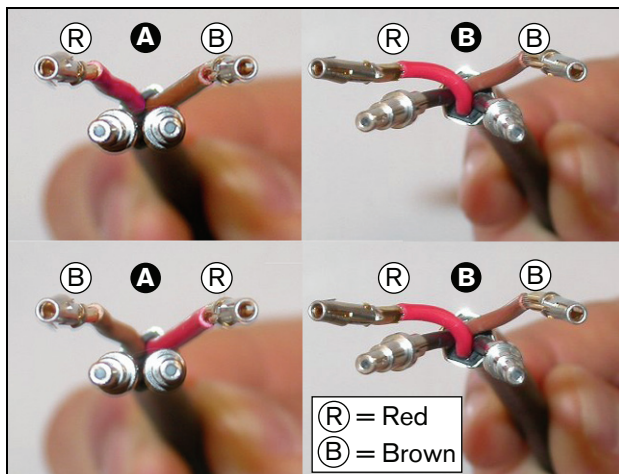

Abb. 29.31: Position der Kupferdrähte und LWL
- 26 Prüfen Sie, ob die Kupferdrähte und Kunststofflichtwellenleiter korrekt angeordnet sind (siehe Abb. 29.31).